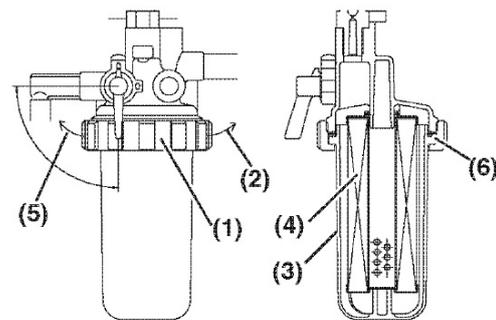
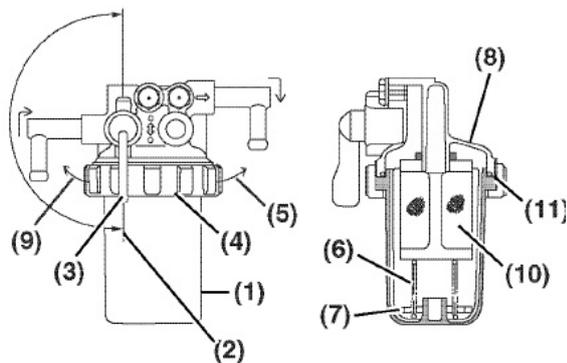

Abb. 38: Brennstofffilter
Abb. 39: Kraftstofffilter-/ Wasserabscheidereinsatz reinigen
Schritt 3: Sicherungsring (Abb. 38, Pos. 1) nach links (Abb. 38 Pos. 5) drehen.
Schritt 4: Filtergehäuse (Abb. 38, Pos. 3) vorsichtig entfernen. Den Kraftstoff in einen zugelassenen Behälter gießen und ordnungsgemäß entsorgen. Die Unterkante des Filtergehäuses mit einem Werkstatttuch festhalten, um Tropfen des Kraftstoffs zu verhindern. Verschütteten Kraftstoff unverzüglich aufwischen.
Schritt 5: Den Kraftstofffilter (Abb. 38, Pos. 4) nach unten ziehen, um ihn zu entfernen.
Schritt 8: Den Zustand des O-Rings (Abb. 38, Pos. 6) überprüfen. tauschen Sie ihm bei Bedarf aus.
Schritt 9: Das Filtergehäuse am Befestigungsflansch anbringen und Sicherungsring (Abb. 38, Pos. 1) nach rechts (Abb. 38, Pos. 2) drehen. Nur handfest anziehen.
Schritt 1: Einen zugelassenen Behälter unter das Gehäuse (Abb. 39, Pos. 1) des Kraftstofffilter/ Wasserabschneiders stellen, um Verunreinigungen aufzufangen.
Schritt 2: Den Kraftstoffhahn (Abb. 39, Pos. 3) schließen (Abb. 38, Pos. 2).
Schritt 3: Sicherungsring (Abb. 39, Pos. 4) nach links (Abb. 39, Pos. 9) drehen.
Schritt 4: Filtergehäuse (Abb. 39, Pos. 1) vorsichtig entfernen. Haltefeder (Abb. 39, Pos. 6) und Schwimmer (Abb. 39, Pos. 7) aus dem Gehäuse entfernen. Den Kraftstoff in einen zugelassenen Behälter gießen und ordnungsgemäß entsorgen. Die Unterkante des Filtergehäuses mit einem Werkstatttuch festhalten, um Tropfen des Kraftstoffs zu verhindern. Verschütteten Kraftstoff unverzüglich aufwischen.
Schritt 6: Das Filtersieb (Abb. 39, Pos. 19) nach unten ziehen, um es zu entfernen.
Schritt 8: Den Zustand des O-Rings (Abb. 39, Pos. 11) untersuchen. Bei Bedarf austauschen.
Schritt 9: Schwimmer (Abb. 39, Pos. 7) und Haltefeder (Abb. 38, Pos. 6) ins Gehäuse setzen.
Schritt 10: Das Filtergehäuse an Befestigungsflansch (Abb. 39, Pos. 8) anbringen und den Sicherungsring (Abb. 39, Pos. 4) nach rechts (Abb. 39, Pos. 5) drehen. Nur handfest anziehen.
Schritt 11: Kraftstoffhahn (Abb. 39, Pos. 3) öffnen.